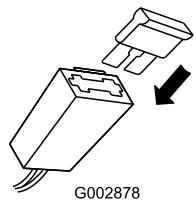

Figure 8
- Placez le fusible dans le porte-fusible (Figure 8).